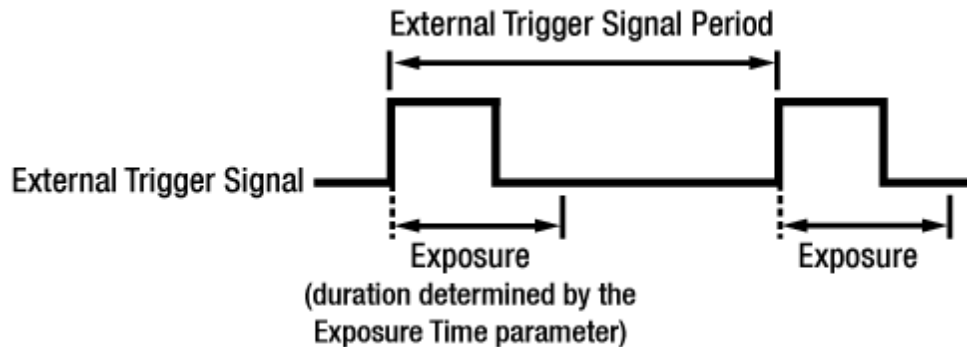

Figure 8.3 Timed Exposure Mode
**Timed** 모드를 선택하면 각 영상 획득의 노출 시간이 **Exposure Time** 파라미터에 의해 결정됩니다. 상승 에지(rising edge) 트리거로 설정하면 외부 트리거 신호가 상승할 때 노출 시간이 시작되고, 하강 에지(falling edge) 트리거로 설정하면 외부 트리거 신호가 하강할 때 노출 시간이 시작됩니다. Figure 8.3 은 상승 에지(rising edge) 트리거로 설정한 **Timed** 노출 모드를 나타냅니다.